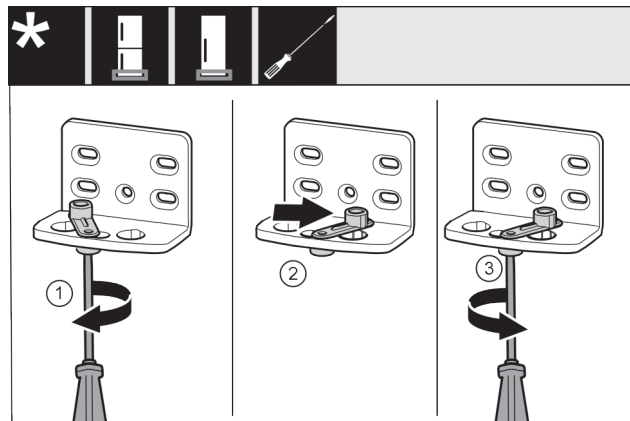

Fig. 19 \*
- ▶ Отпустите винт Fig. 19 (1) отверткой.\*
- ▶ Приподнимите фиксатор двери Fig. 19 (2) и, повернув на 90° вправо, вставьте в отверстие.\*
- ▶ Затяните винт Fig. 19 (3) отверткой.\*